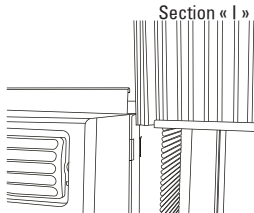

Fig. 2
B. Glissez directement la section « I » de l'extrémité libre du panneau dans l'enceinte (fig. 2). Glissez le panneau vers le bas. Assurez-vous avoir l'espace suffisant pour glisser le dessus et le bas du cadre sur les rails de l'enceinte.